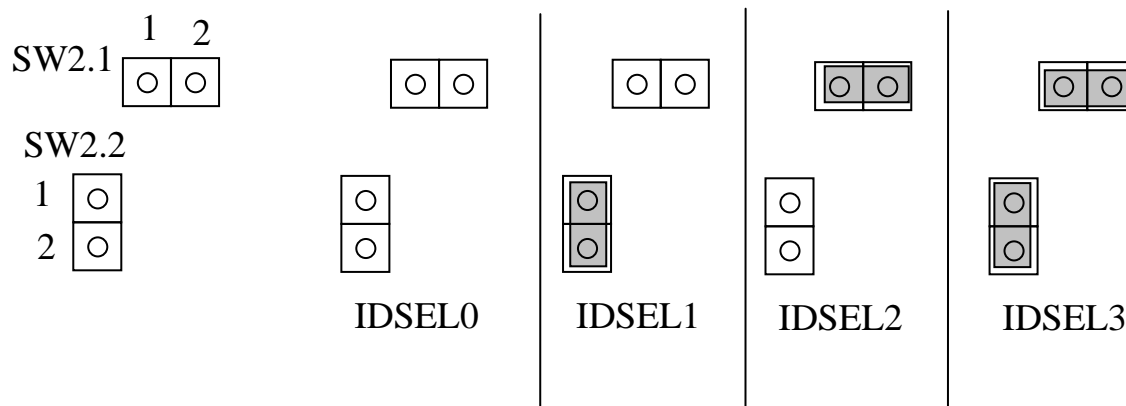

Рисунок 14. Поле переключек SW2.1-SW2.2
- 4) на плате устройства с помощью перемычек (джамперов) SW2.1 –SW2.2 установить используемый сигнал IDSELx шины PCI, используемый устройством (Рисунок 14, Таблица 14).